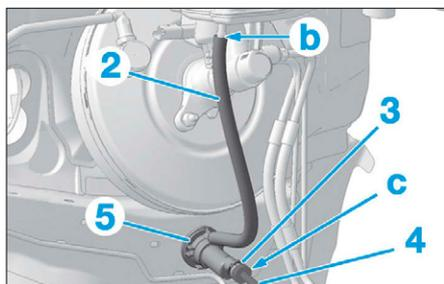

FIG. 13
- Désaccoupler la canalisation d'alimentation (2) en (b) (Fig.13).